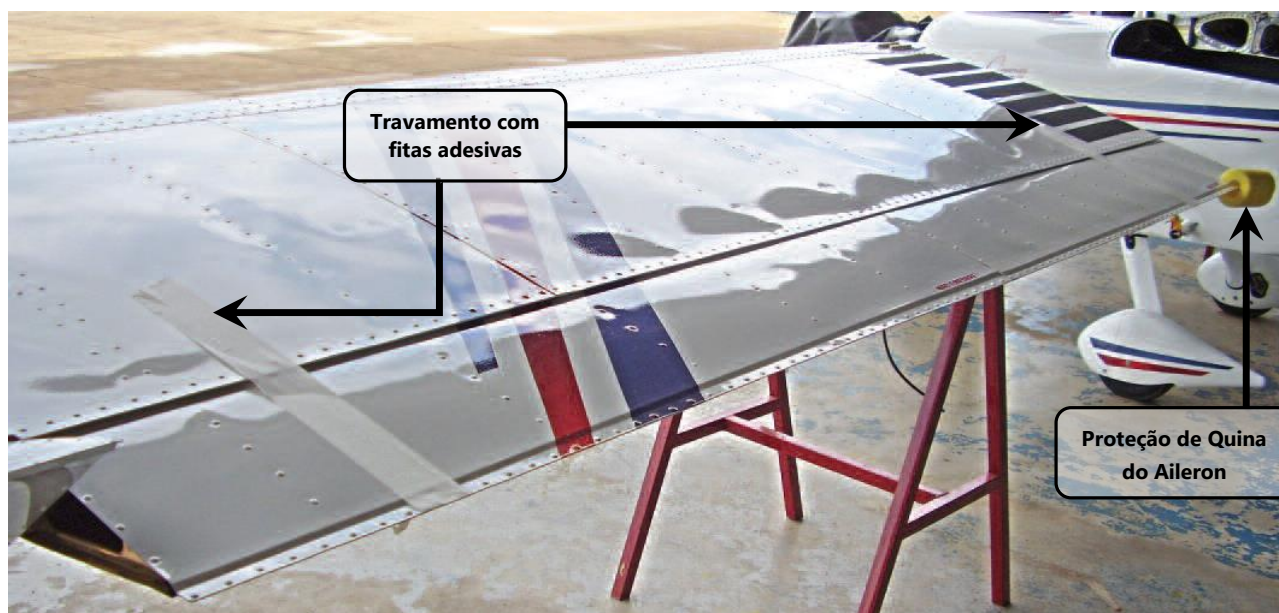

Figura 57.10.3 – Travamento das superfícies de controle.
3. Travar o movimento das superfícies de controle, aileron e flape, para evitar avarias durante a manipulação da asa, figura 57.10.3.